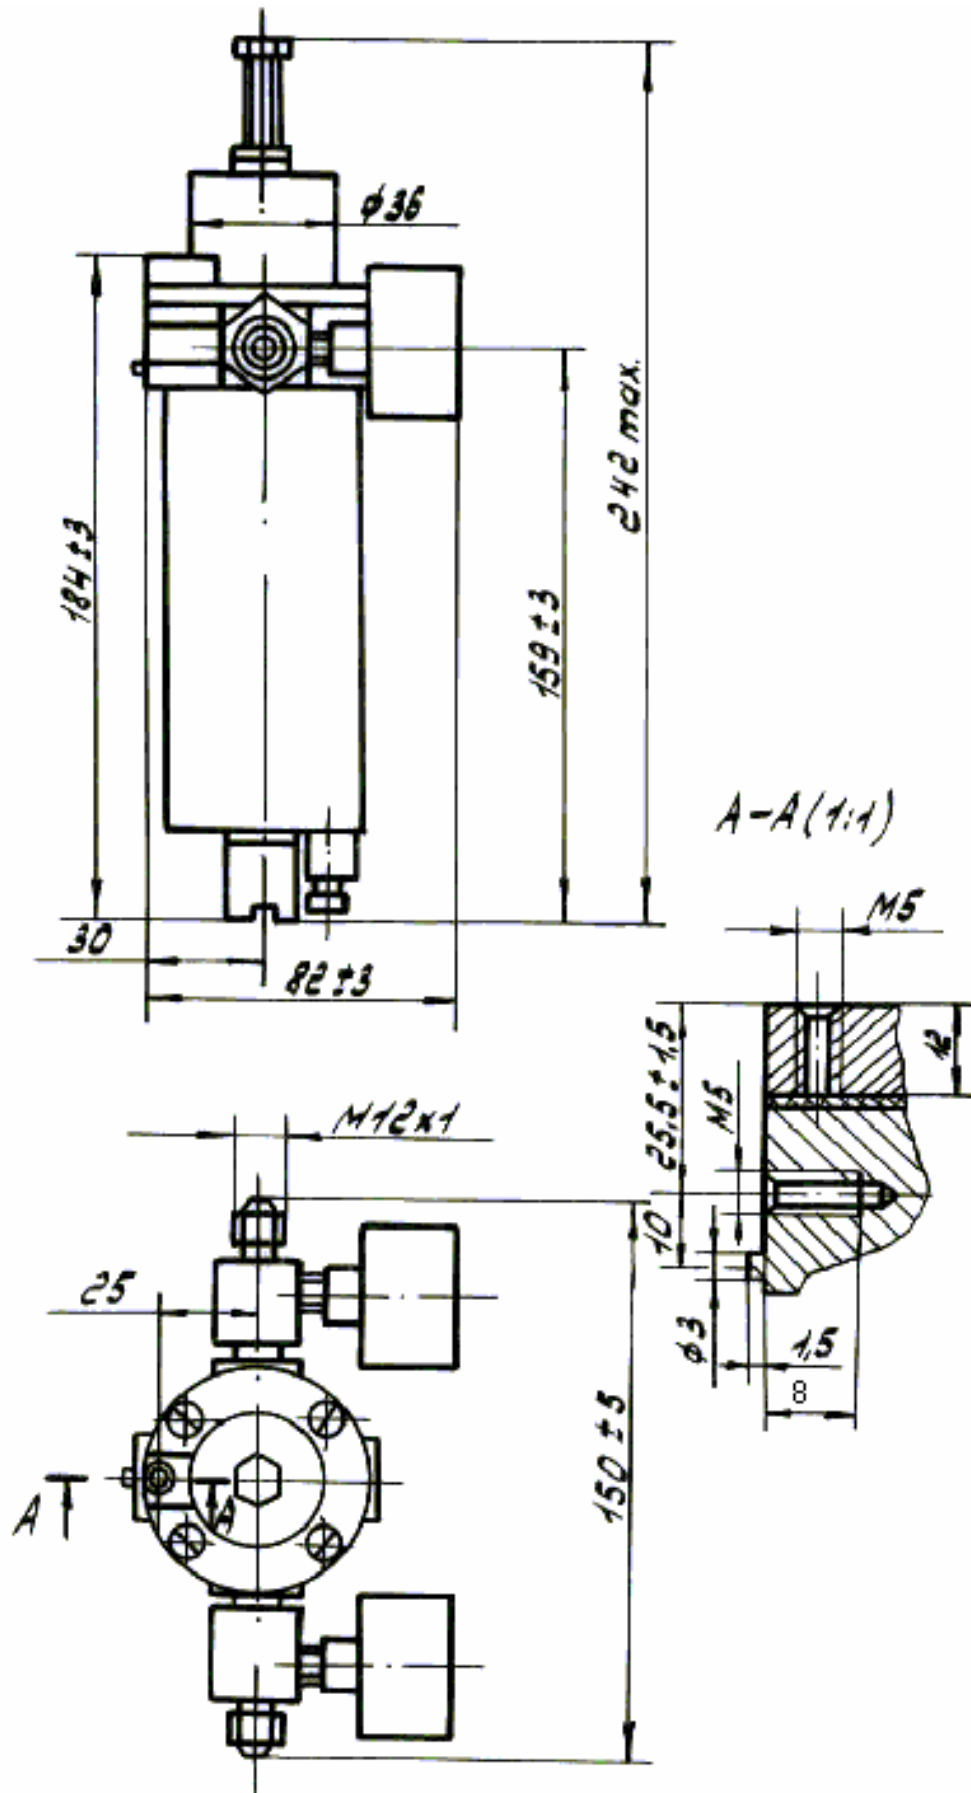

Рис.2
4.1 На рис.2 приведены габаритные размеры фильтр-стабилизаторов. Монтаж фильтр-стабилизатора на объект осуществляется креплением его на одно из резьбовых отверстий. Подсоединение пневматических линий осуществляется с помощью деталей, входящих в комплект поставки.